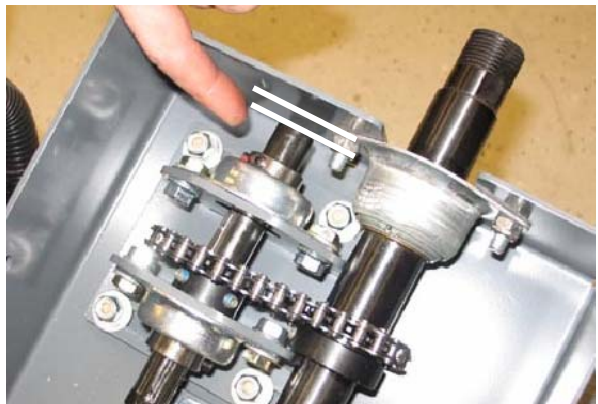

FIG. 31
3. Positionner l'arbre de direction dans le profilé de montage de direction tel qu'indiqué sur la Fig. 31